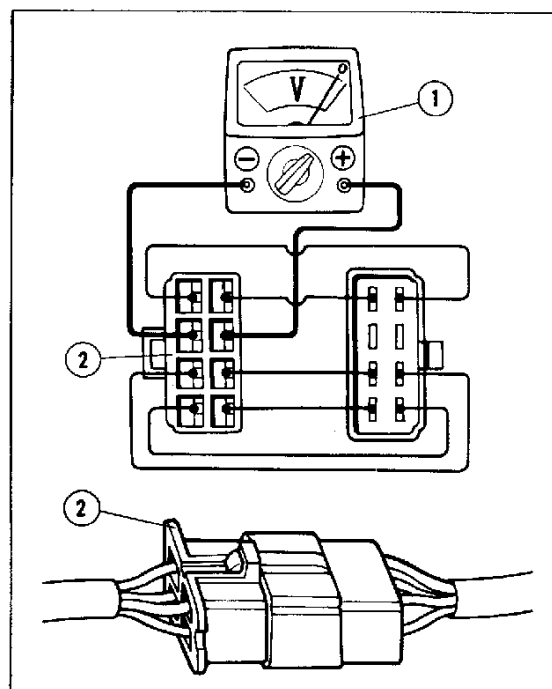

Abb. 8-3 Messung der Ausgangsspannung, wenn die Anzeigeleuchte "HEAD" nicht aufleuchtet
2. Die Ausgangsspannung wie folgt prüfen. Alle Kabelklemmen (ausgenommen die zu messenden Klemmen) unter Zuhilfenahme von Versindungskabeln gemäß Abb. 8-3 Zusammenschließen.